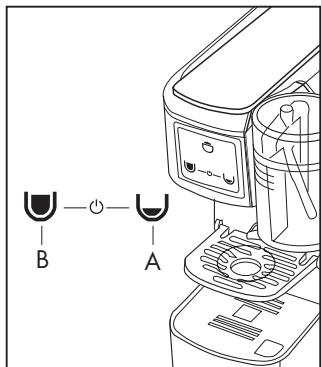

Fig. 7
La máquina está equipada con un sistema que le permite pasar a condiciones de consumo de energía reducido después de un cierto periodo de encendido sin ser utilizada. Si la máquina queda encendida y no se utiliza, se activa la función ahorro de energía y una tecla en el panel de mandos (2) parpadea de manera intermitente. Para reiniciar la máquina pulse una tecla (A o B) y esperar el calentamiento (**Fig. 7**).